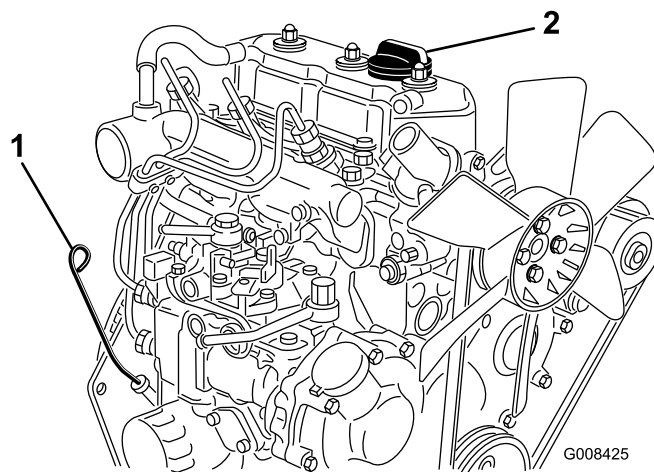

Bild 29
2. Nehmen Sie den Peilstab heraus und wischen Sie ihn mit einem sauberen Lappen ab (Bild 29). Stecken Sie den Peilstab in das Rohr und stellen Sie sicher, dass er vollständig eingeführt ist. Entfernen Sie den Peilstab und prüfen den Ölstand. Nehmen Sie bei einem niedrigen Ölstand den Fülldeckel von der Ventilabdeckung ab und gießen Sie **langsam** genug Öl in die Öffnung, bis der Ölstand die Vollmarke am Peilstab erreicht. Gießen Sie Öl langsam ein und prüfen Sie den Ölstand häufig während des Füllens. **Füllen Sie nicht zu viel ein.**